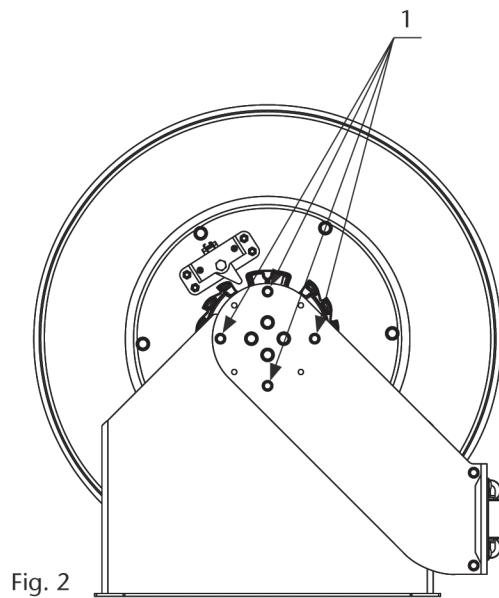

Fig. 2
To position these guide arms, loosen and remove the screws (1) (fig. 2) in both arms. At this moment, the spool and the guide arms become loose from the reel frame. Then, just position the guide arms in the desired position and fix them with the same screws.
Pour positionner les bras de guidage du flexible il est nécessaire de desserrer et de retirer les vis (1) (fig. 2) des deux bras. A cette étape, le tambour et le bras de guidage sont désolidarisés du cadre. Placer ensuite les bras à la position désirée et refixer-les avec les mêmes vis.
Para posicionar los brazos guía, es necesario aflojar y quitar los tornillos (1) (fig. 2) en ambos brazos. En ese momento el tambor junto con los brazos guía quedan sueltos del bastidor. Se procede entonces a cambiar los brazos a la posición deseada y a volver a fijarlos con los mismos tornillos.